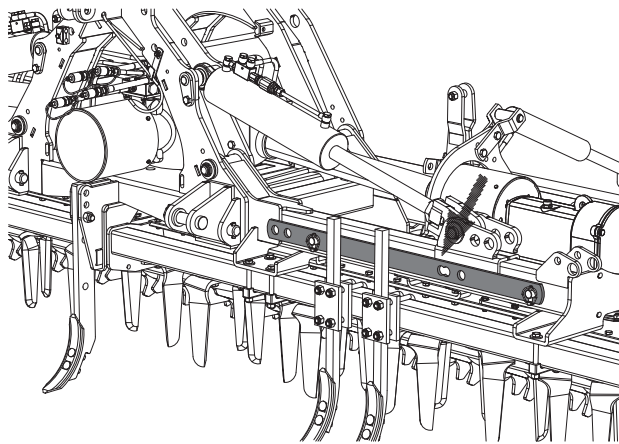

FIG. 28 Sicherheitsstange auf dem Gestell
- Nachdem die Maschine in Transportstellung gebracht wurde, die Sicherheitsstange vom linken Gestell entfernen (Fig. 28)